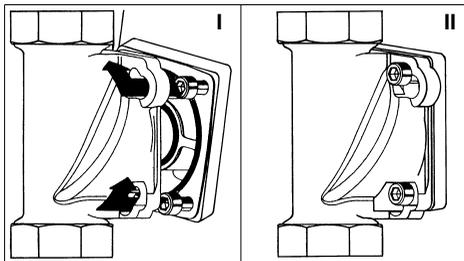

Abb. 5: Funktion Bajonett (Abb. ähnlich)
- An den Parallel-Schnellmontagesatz so ansetzen, dass die Schraubenköpfe durch die Bajonettbohrungen hindurchgehen (siehe Abb. 5 I).
- Die vier Zylinderschrauben M6x130 fest anziehen (siehe Abb. 5 II).